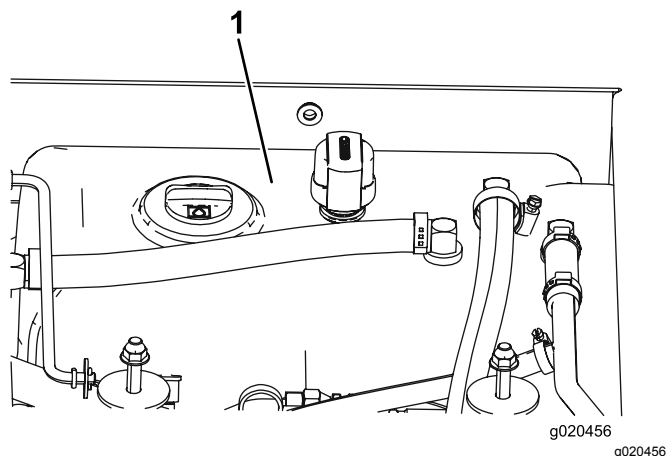

Figura 104
4. Riempite il serbatoio (Figura 104) di fluido idraulico; fate riferimento a Controllo del fluido idraulico (pagina 75).